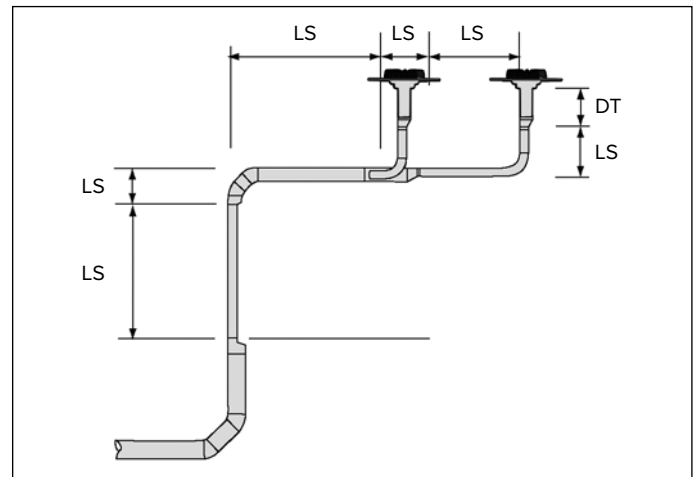

Abbildung 1.2
Zur korrekten Dimensionierung ist das gesamte System in einzelne Fließwege (jeweils vom Dachablauf bis zur Austrittsstelle) eingeteilt. Jeder Fließweg ist in Teilstrecken (LS siehe Abbildung 1.2) untergliedert. Die Druckverluste von jeder einzelnen Teilstrecke werden addiert ( $\Sigma$  in Gleichung 1.6) und werden dem verfügbaren Druckverlust gegenüber gestellt. Eine Teilstrecke erstreckt sich im Prinzip zwischen zwei Formstücken (bei Änderung der Richtung oder Abmessung). Ein Dachablauf ist eine separate Teilstrecke (DT). Wenn eine Teilstrecke länger ist als 10 Meter, muss er in zwei Abschnitte unterteilt werden, um eine optimalere Berechnung zu ermöglichen.